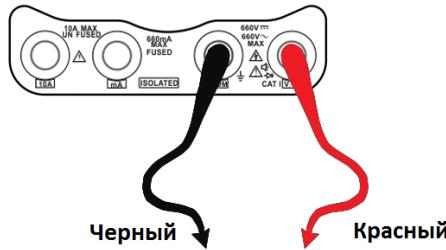

Рис.36
1. Подключить черный щуп к разъему “**COM**”, а красный щуп к разъему “**V/Ω**” CCTV-тестера (Рис.36).